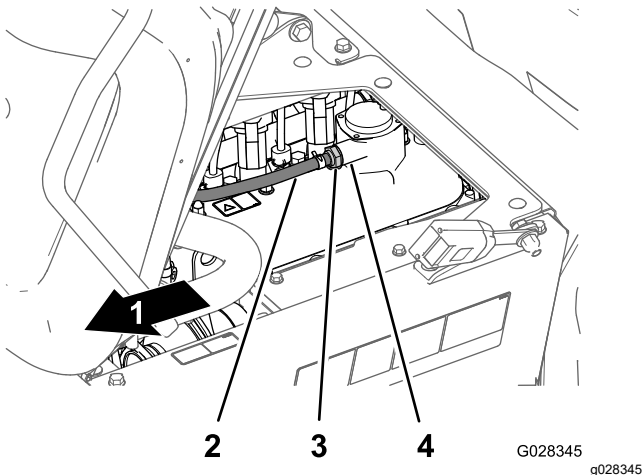

Figura 81
4. Insira a válvula PCV até esta estar completamente assente no vedante para o encaixe da cobertura da válvula (Figura 81).
2. Retire a válvula PCV do encaixe da cobertura da válvula (Figura 81).
Nota: Se o limitador interno da válvula fizer barulho, a válvula PCV está operacional; se o limitador interno não fizer barulho quando agitado, substitua a válvula PCV (Figura 81).